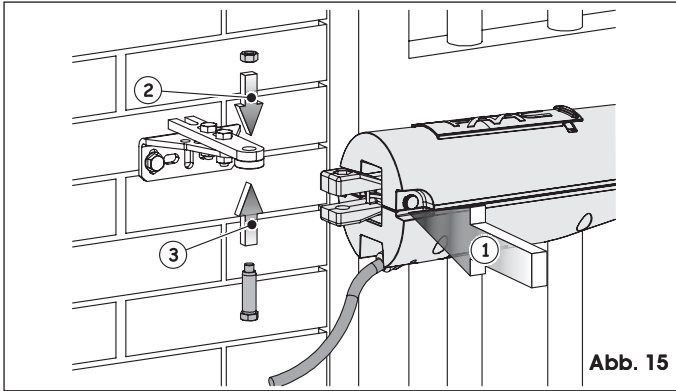

Abb. 15
6. Den Antrieb mit dem im Lieferumfang enthaltenen entsprechenden Stift am hinteren Bügel fixieren (siehe Abb. 15).